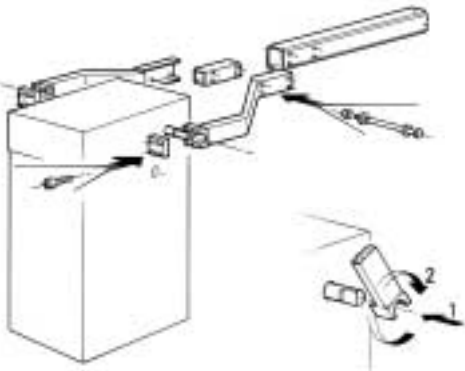

Fig.5
- 2 - Assemblez les deux moitiés de barre en utilisant les vis et les écrous en dotation et une clé six pans n°8 (Fig. 5).